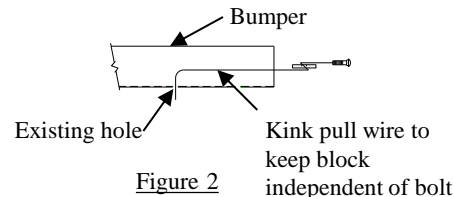

Figure 2
- Use pull wires to feed the carriage bolts and blocks into frame rails though access holes as shown in Figure 2. Feed pull wire through forward hole and out rearward access slot. Attach spacer and carriage bolt and feed though access slot using kink wire process as shown in Figure 2 both sides. Leave pull wires attached.
- Utiliser des fils de tirage pour acheminer les boulons et les blocs dans les longerons à travers les trous d'accès, comme illustré à la Figure 2. Acheminer le fil de tirage dans le trou avant puis hors de la fente d'accès arrière. Attacher l'espaceur et le boulon de carrosserie et les acheminer dans la fente d'accès en pliant le fil de tirage comme illustré à la Figure 2, deux côtés. Laisser les fils de tirage attachés à la visserie.